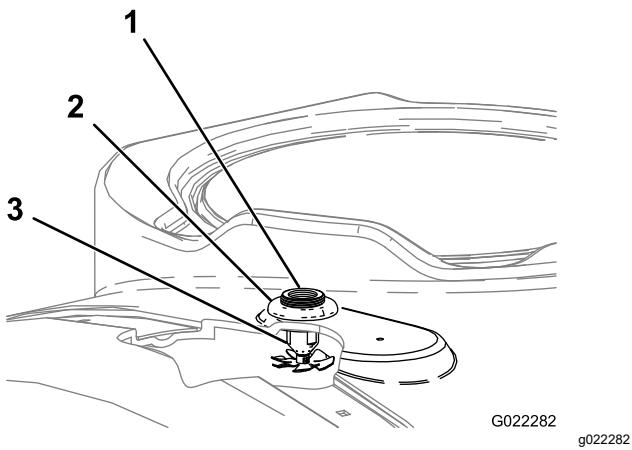

Figure 5
- Insérez les buses de rinçage vers le haut à travers les trous percés (Figure 5).
- Vissez l'écrou à embase en plastique sur les filets exposés du raccord de traversée au sommet de la cuve (Figure 5). Veillez à placer le joint correctement entre le raccord de traversée et la surface inférieure de la cuve.